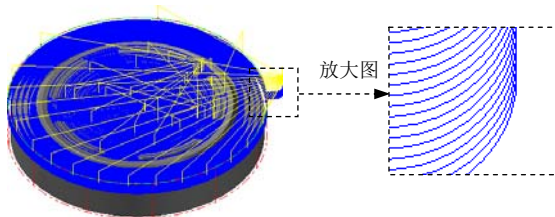

图 15.8 刀具路径
(1) 在“曲面粗加工挖槽”对话框中单击 **粗加工参数** 选项卡, 在 **Z 轴最大进给量** 文本框中输入值 1, 然后在 **进刀选项** 区域选中 **✓** **螺旋式下刀** 复选框与 **✓** **由切削范围外下刀** 复选框。
(2) 单击 **螺旋式下刀** 按钮, 系统弹出“螺旋/斜插进式下刀参数”对话框。单击“螺旋/斜插进式下刀参数”对话框中的 **斜插** 选项卡, 在 **如果斜插下刀失败** 区域选中 **中断程序** 单选项, 单击“螺旋/斜插进式下刀参数”对话框中的 **✓** 按钮。
(3) 单击 **间隙设置(G)...** 按钮, 在系统弹出的“刀具路径的间隙设置”对话框中选中 **✓** **切削顺序最佳化** 复选框, 在 **切弧的半径** 文本框中输入值 10.0, 在 **切弧的扫描角度** 文本框中输入值 90.0。单击 **✓** 按钮, 系统返回至“曲面粗加工挖槽”对话框。
Step11. 单击“曲面粗加工挖槽”对话框中的 **✓** 按钮, 完成加工参数的设置, 此时系统将自动生成图 15.8 所示的刀具路径。